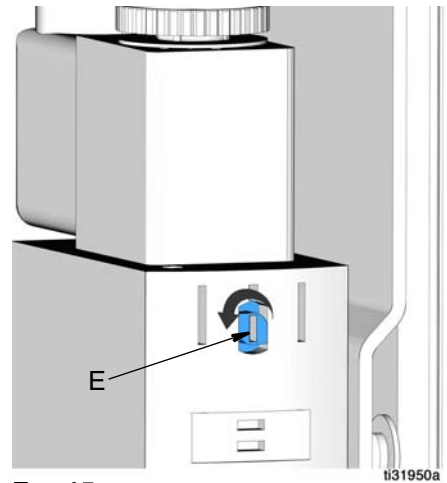

FIG. 15
1. Insira uma chave de fenda pequena na abertura do parafuso do interruptor azul de cancelamento manual (E) (FIG. 15).
2. Gire o parafuso do interruptor azul (E) em 1/4 de giro no sentido horário.
3. Antes de retomar o funcionamento normal do PAC com o modo Pulse, é necessário recolocar o parafuso (E) na posição normal de funcionamento. Insira uma chave de fenda pequena na abertura ranhurada e gire o parafuso do interruptor azul de cancelamento manual no sentido anti-horário até voltar à posição original. (FIG. 15).
O parafuso do interruptor azul de cancelamento manual (E) na FIG. 15 está na posição de funcionamento normal.